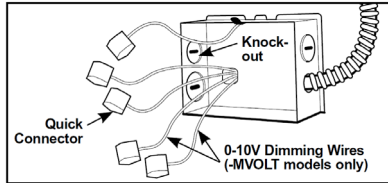

Figura 9
Paso 2. Retire la cubierta de la caja de cableado. Retire las aberturas adecuadas para adaptarse al tipo de servicio eléctrico que utilizará/permitirá su código eléctrico local (Figura 9).